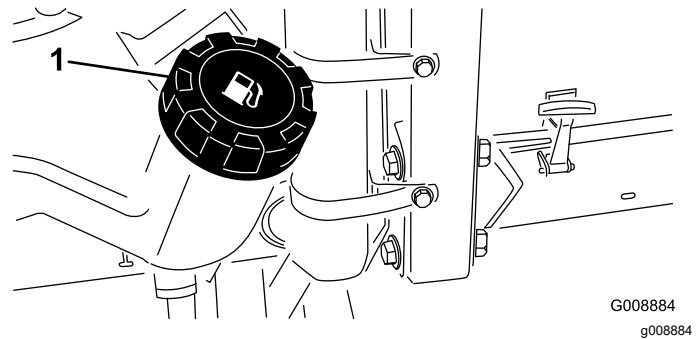

Bild 25
1. Reinigen Sie den Bereich um den Tankdeckel (Bild 25).